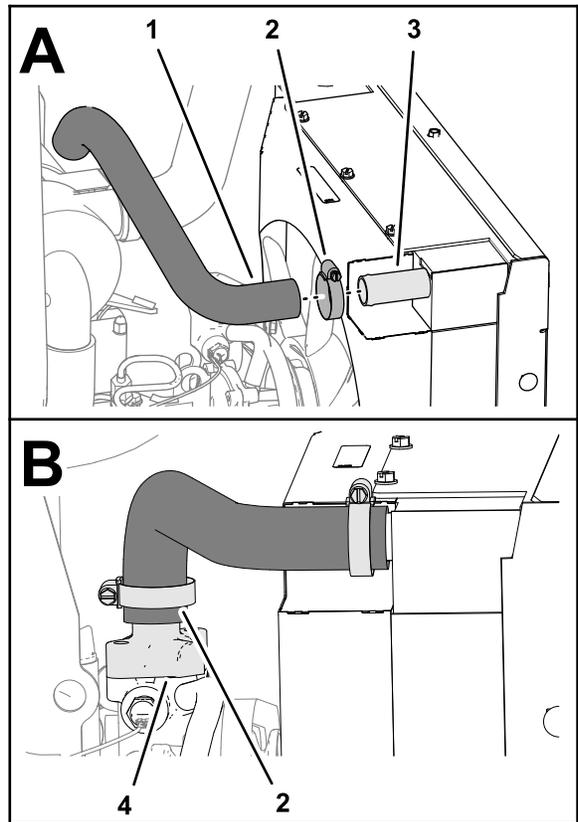

图44
1. 用在 5 卸下散热器软管 (页码 7) 中卸下的软管玩意儿将上散热器软管松松地安装到散热器进口 图44。
2. 用在 5 卸下散热器软管 (页码 7) 中卸下的另一个软管夹将上散热器软管的另一端安装到发动机的节温器外壳 图44。